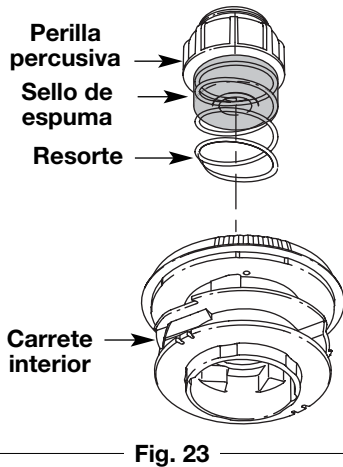

Fig. 23
1. Saque la perilla percusiva, el resorte y el sello de espuma girando la perilla percusiva en sentido antihorario (Fig. 23).
4. Sostenga el carrete interior en su lugar e instale la botón de tope, el resorte y el sello de espuma presionando y girando la botón de tope en sentido horario. Tome los extremos y tire con firmeza para soltar la línea de las ranuras de fijación en el carrete interior (Fig. 23).
2. Saque la botón de tope, el resorte y el sello de espuma (Fig. 23).
7. Coloque la botón de tope, el resorte y el sello de espuma en la bobina exterior (Fig. 23).